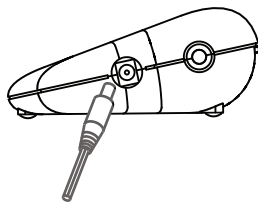

Figure 1. Branchement de la fiche de l'adaptateur dans l'indicateur.
- Branchez la fiche ronde de l'adaptateur CA dans la prise d'entrée d'alimentation située sur le côté du boîtier de l'indicateur. Voir la figure 1.